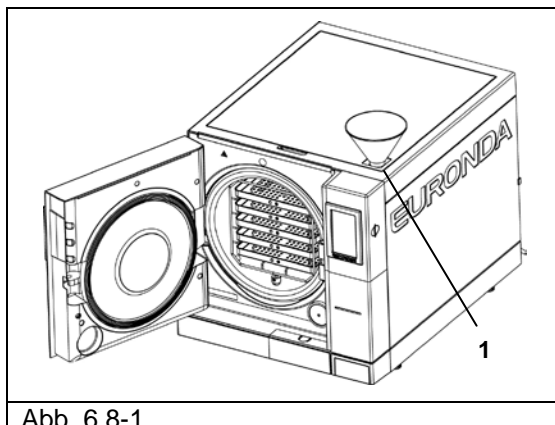

Abb. 6.8-1
2. Die Verschlusschraube des oberen Deckels öffnen, den mitgelieferten Trichter in die Öffnung setzen (1 in Abb. 6.8-1) und destilliertes Wasser von Hand einfüllen. Dabei die im Kap. 5.3 "Technische Daten" angegebene Menge beachten. Den in der Einfüllöffnung angegebenen MAX Füllstand nicht
2. Den Frischwassertank mit neuem, sauberem Wasser füllen (1 in Abb. 6.8-1).